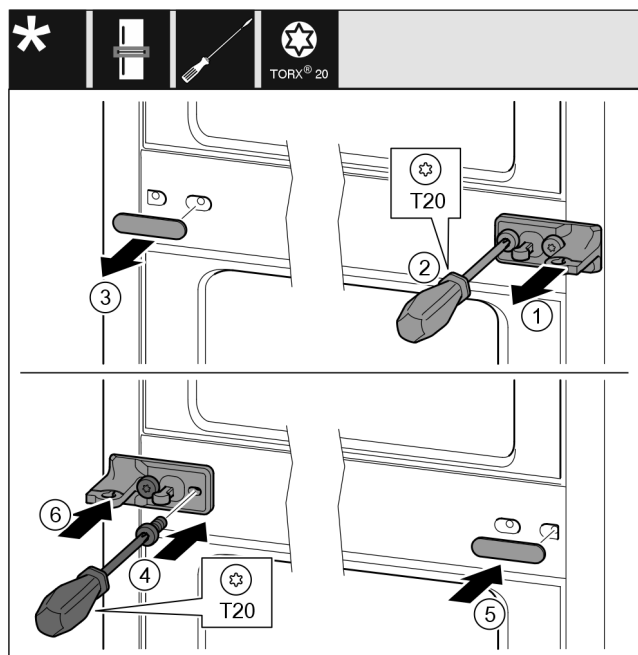

Fig. 10
- ▶ Snemite šipo. Fig. 10 (1)
- ▶ Izvijte vijake z izvijačem T20. Fig. 10 (2)
- ▶ Previdno snemite pokrov. Fig. 10 (3)
- ▶ Ležajni podstavek s folijo, obrnjen za 180°, na drugi strani trdno privijte. Fig. 10 (4)
- ▶ Pokrov, obrnjen za 180°, namestite na drugi strani. Fig. 10 (5)
- ▶ Šipo potisnite gor od spredaj. Fig. 10 (6)